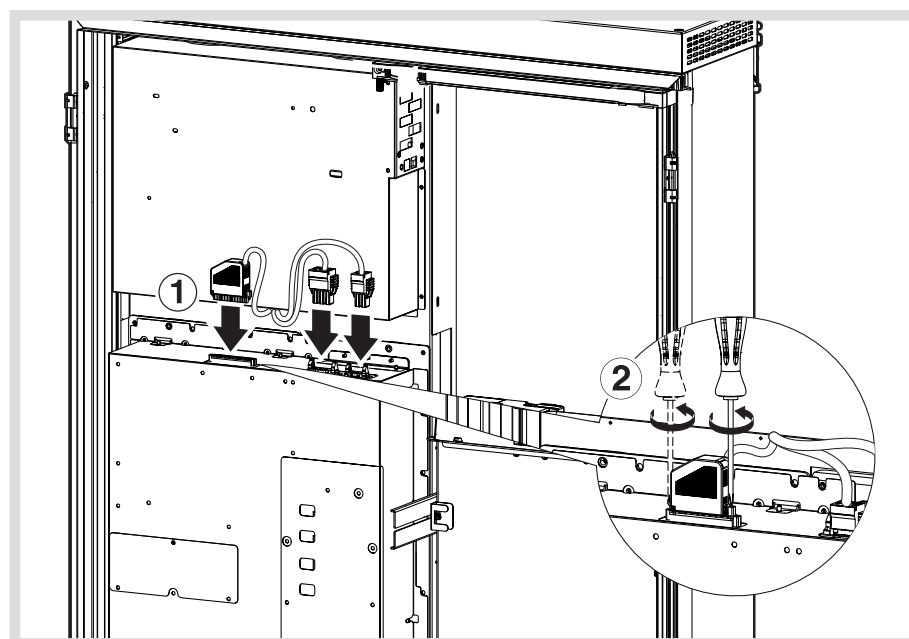

Bild 20: Wechselrichter mit Batteriesteuerung verbinden
- Verpolungssichere Stecker der Batteriesteuerung in den Wechselrichter einstecken (Bild 20).